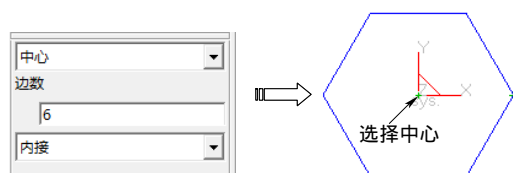

图 6-12 中心方式绘制多边形
(2) 中心方式 选择下拉菜单“造型”→“曲线生成”→“多边形”命令,或者单击“曲线生成栏”工具栏上的“多边形”按钮,在立即菜单中选择中心、内切或外接,输入边数,输入中心和边的终点,完成操作,如图 6-12 所示。